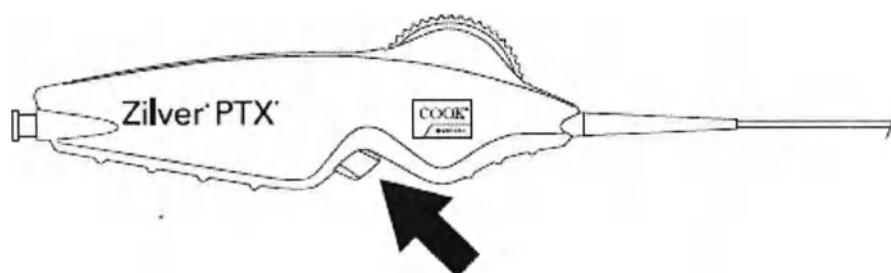

Рис. 6
2. Освободите защелку безопасности устройства, осторожно нажав на красную предохранительную кнопку в направлении, указанном на **Рис. 6**.